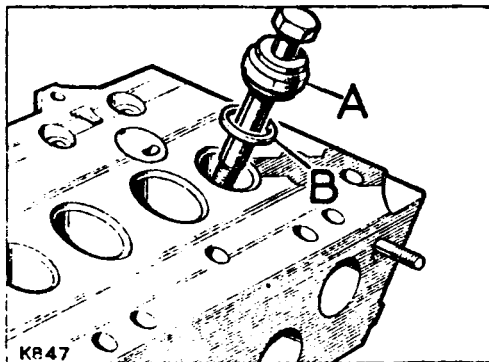

Fig. A4-82.- Montaje del asiento postizo de válvula.
- 2.10.- Para continuar la operación es preciso desmontar las gufas. Después de limpiar con cuidado el asiento se hará uso de un tornillo y tuerca adecuado, para utilizarlo en combinación con la herramienta especial, A, (Fig. A4-82). Con la herramienta en la posición que se indica en la figura se utilizará suavemente el nuevo asiento B en su alojamiento.